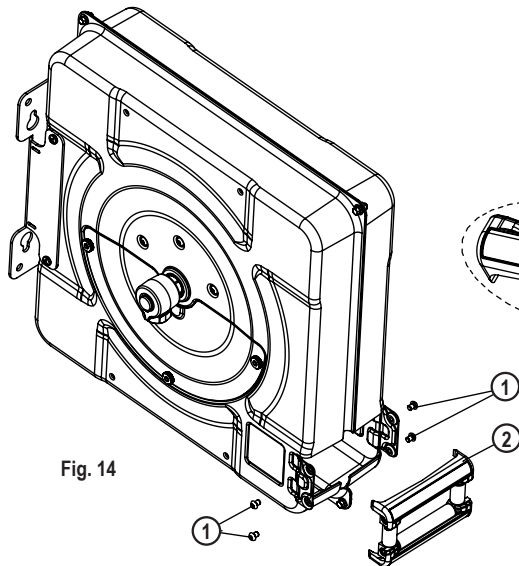

Fig. 14
2. Loosen the bolts (1) (fig. 14) and take away the roller outlet assembly (2) (fig. 14) which can be disassembled in a single piece. The roller outlet assembly can be disassembled into pieces for cleaning. Also you can replace it by a new roller outlet assembly.
5. Take the assembled roller outlet and put it in place over the hose reel, and fix it using the bolts (1) (fig. 14).
2. Lossa bultarna (1) (fig. 14) och ta bort rullutloppet (2) (fig. 14) som kan demonteras som en enda bit. Rullutloppet kan demonteras i bitar för rengöring. Du kan också byta ut den med en ny.
5. Placera det monterade utloppet på plats över slangrullen och fixera det med bultarna (1) (fig. 14).